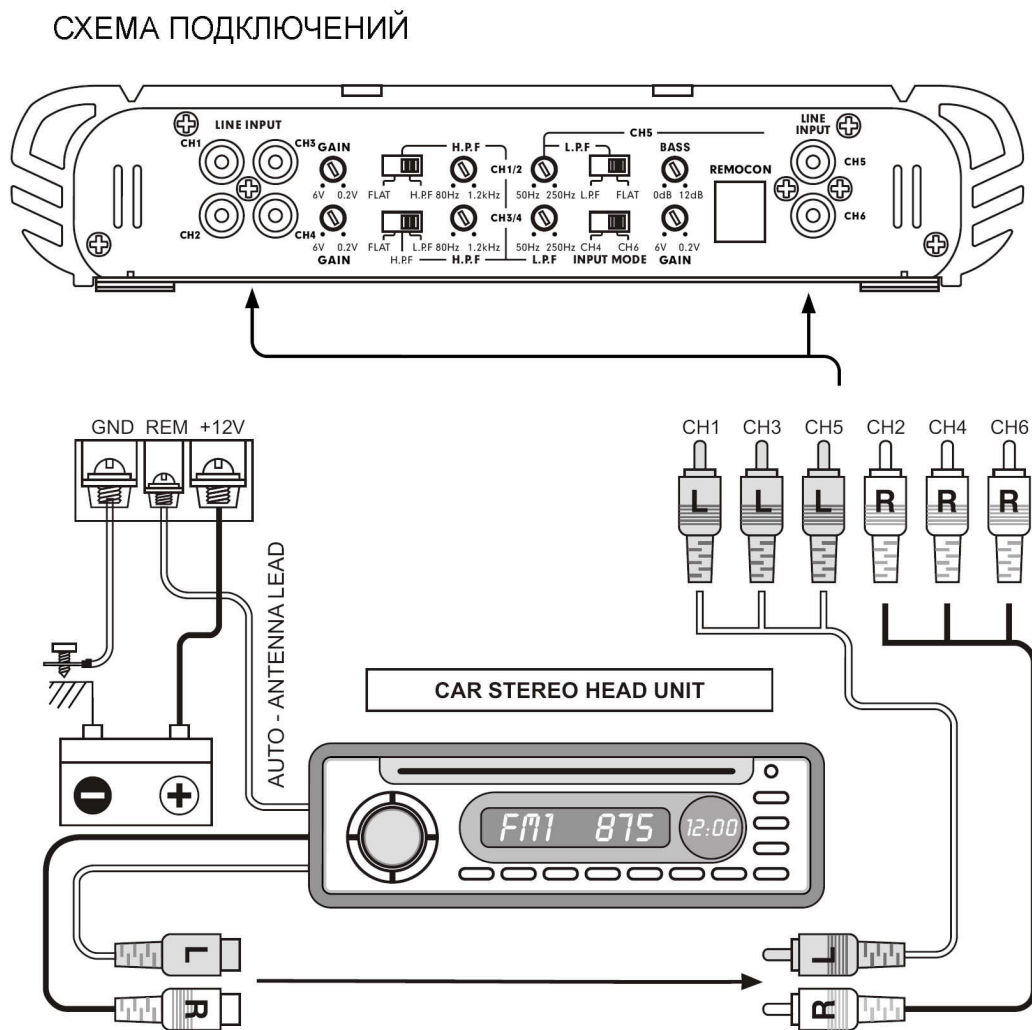

Рис. 2.
- Соедините линейный вход усилителя и линейный выход источника сигнала (например, магнитолы) RCA кабелями (рис.2).